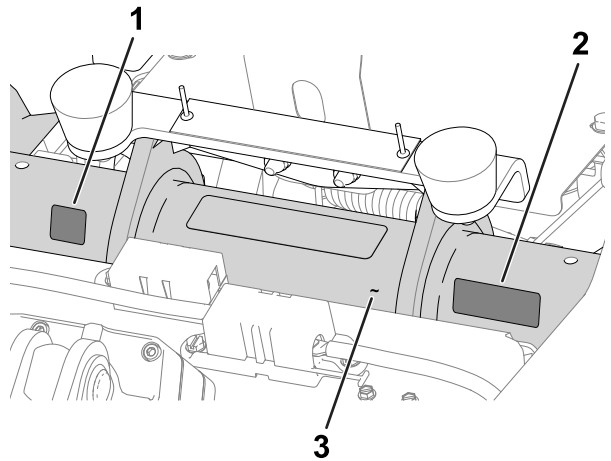

Figura 11
- **Adesivo do ano de fabricação e adesivo CE/UKCA:** aplique os adesivos no tubo da estrutura por baixo do banco e da placa do número de série; consulte a Figura 11.